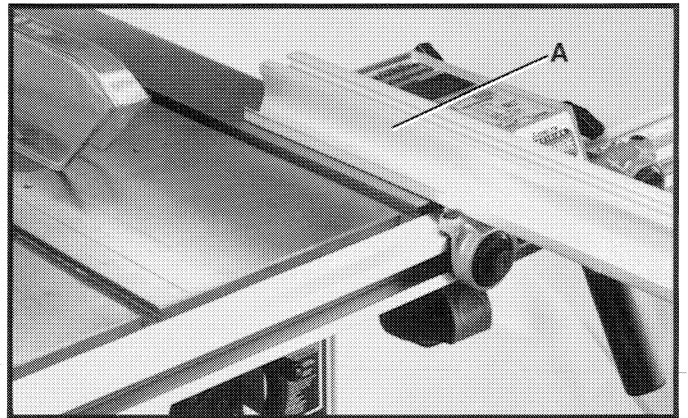
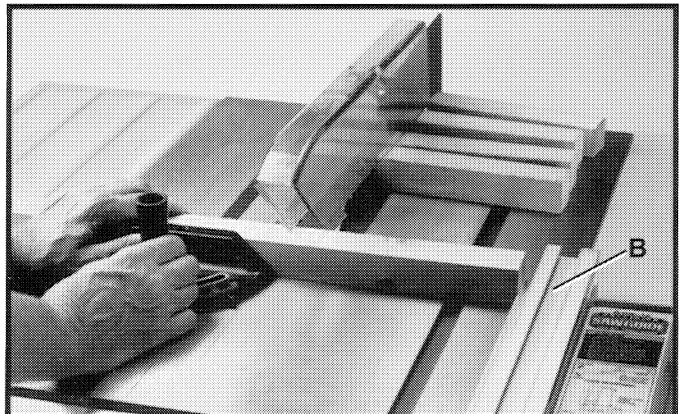

Fig. 91
Fig. 92
La guía puede ser utilizada como calibre de corte durante el corte transversal de piezas de la misma longitud. **IMPORTANTE: Cuando se utiliza la guía como calibre de corte, es importante que el extremo trasero de la guía sea colocada al frente de la hoja de la sierra.** Cuando se utiliza la guía como calibre de corte, sencillamente coloque la guía (A) hacia el frente como se ilustra en la Fig. 91. La Fig. 92 ilustra una función típica que hace uso de la guía (B) como calibre de corte.